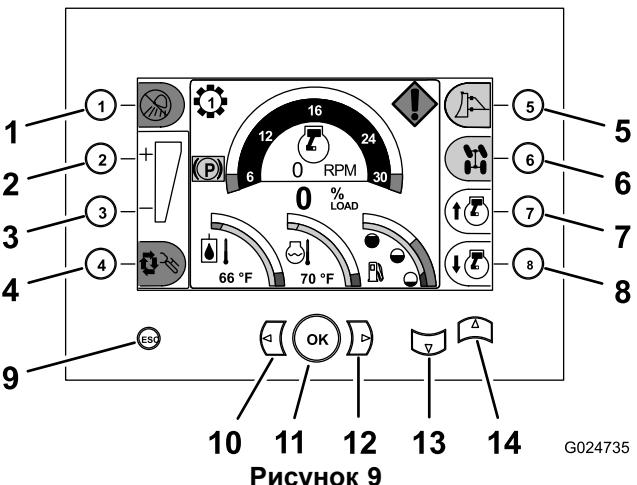

Рисунок 9
Прежде чем запустить двигатель и начать эксплуатацию машины, хорошо ознакомьтесь с функциями всех органов управления (Рисунок 9 – Рисунок 16).
Используйте кнопки центра управления для управления всеми функциями машины и для перехода на страницы настройки и диагностики машины (Рисунок 9).
- Кнопка увеличения положения дроссельной заслонки** – Нажмите кнопку увеличения положения дроссельной заслонки (кнопку 7), расположенную в нижнем правом углу центра управления, чтобы увеличить скорость двигателя (Рисунок 9).
- Кнопка закрывания дроссельной заслонки** – Нажмите кнопку закрывания дроссельной заслонки (кнопку 8), расположенную в нижнем правом углу центра управления, чтобы уменьшить частоту вращения двигателя (Рисунок 9).